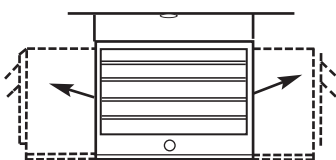

Figura 8 – Rejillas Ajustables
3. Ajuste de las rejillas a la posición deseada (consulte la Figura 8).